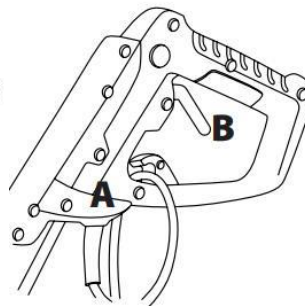

Рисунок 2
- Включение культиватора. Включите культиватор, нажав на предохранительную кнопку «А», нажмите на курок «В». После включения двигателя отпустите кнопку «А» (рис. 2)